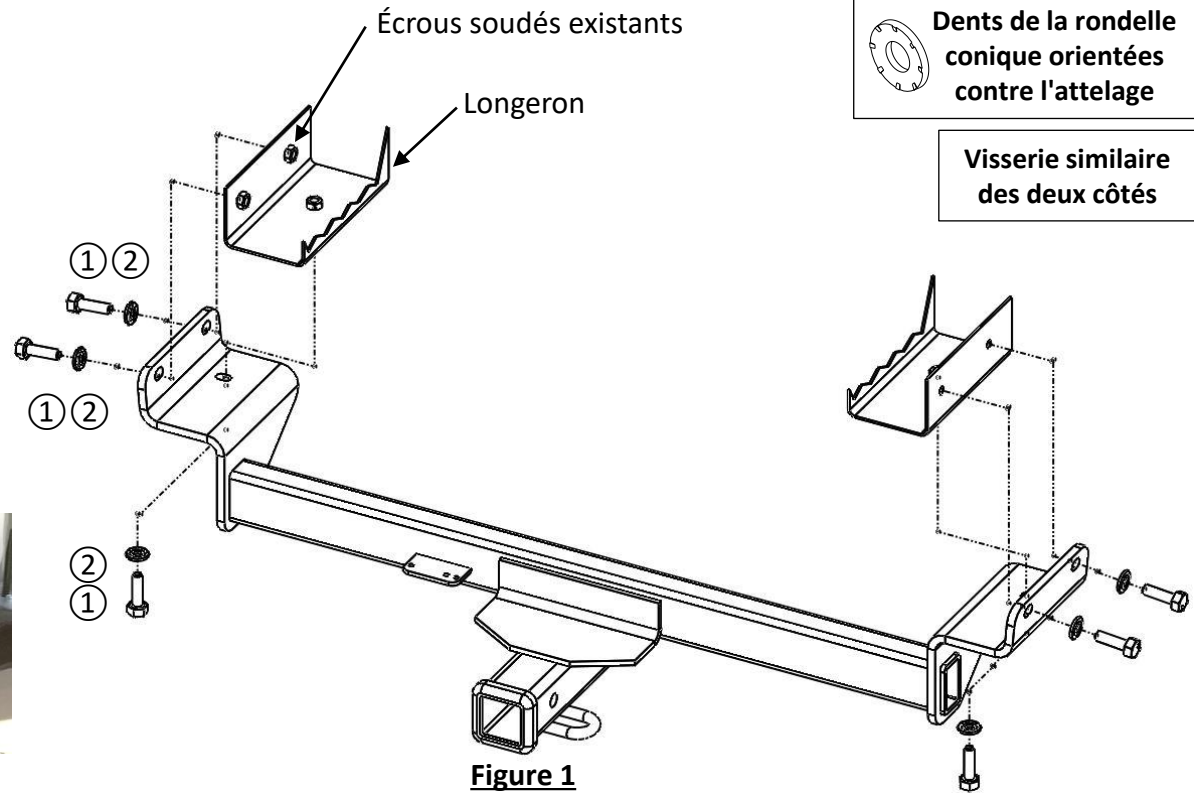

Figure 1
2. Installer l'attelage : Soulever l'attelage en position et installer lâchement trois (3) boulons M10 ① et trois (3) rondelles coniques ②, des deux côtés, voir **Figure 1**.